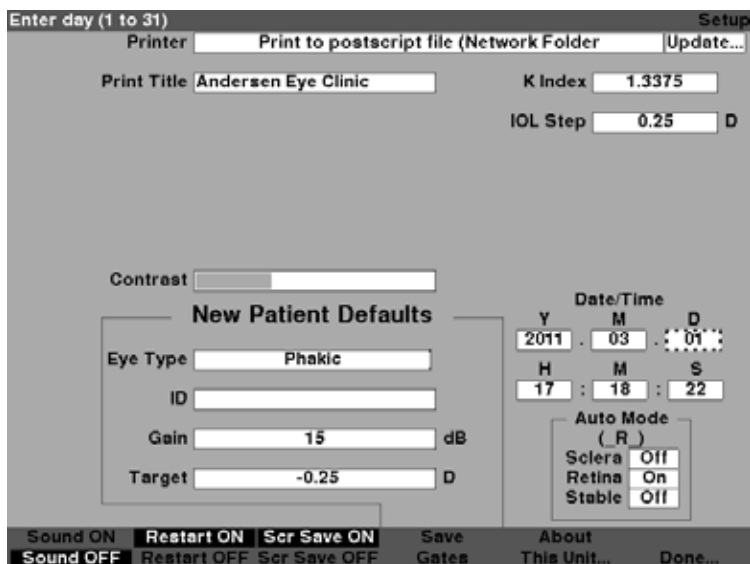

Figura 5-65 Campo do dia ativado
2. Pressione o botão giratório ou o botão $\sqrt{\quad}$ para ativar o campo, indicado pela borda tracejada conforme mostrado na Figura 5-65.